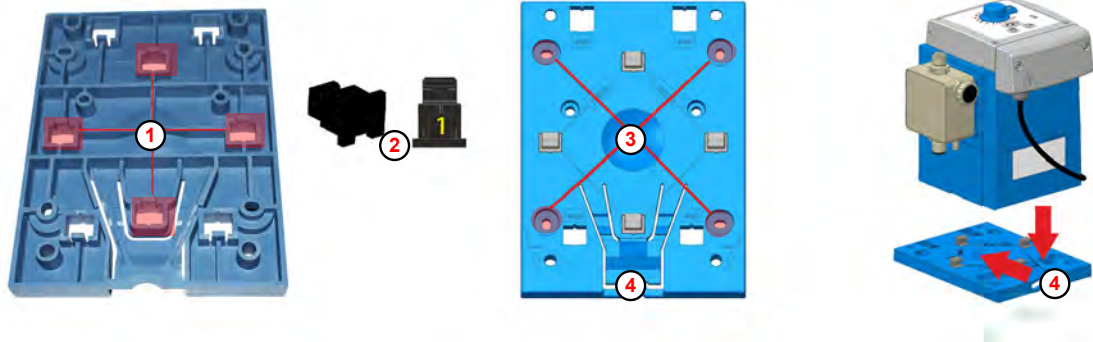

Fig. 14: Predisposizioni per montaggio su tavolo
Le aperture per il montaggio su tavolo (Fig. 14 , ①) sono contrassegnate con il numero 1 sul lato inferiore della piastra di montaggio.